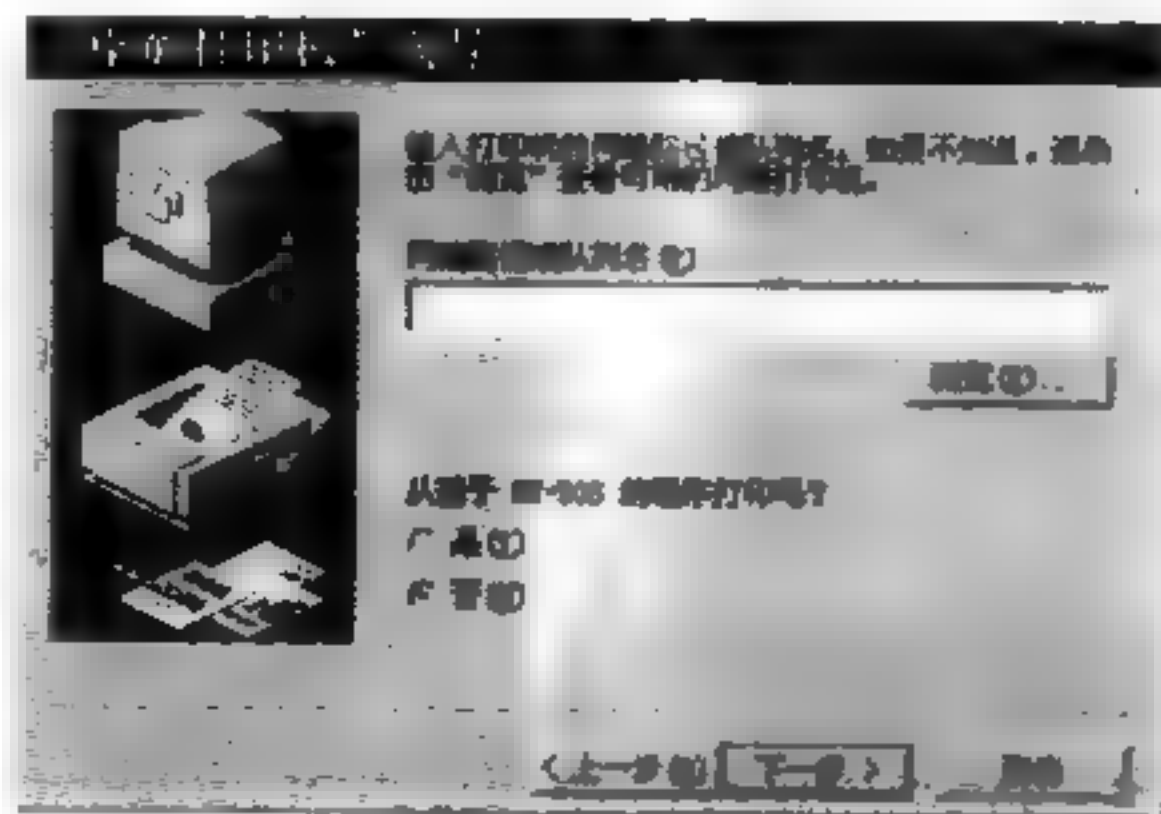

图 4
3. 设置共享打印机 安装网络打印机的方法如图4，具体操作是在我的电脑→打印机→添加打印机→选择网络打印机→按浏览找到网络打印机的所在电脑→找到打印机后按显示就可以完成了。